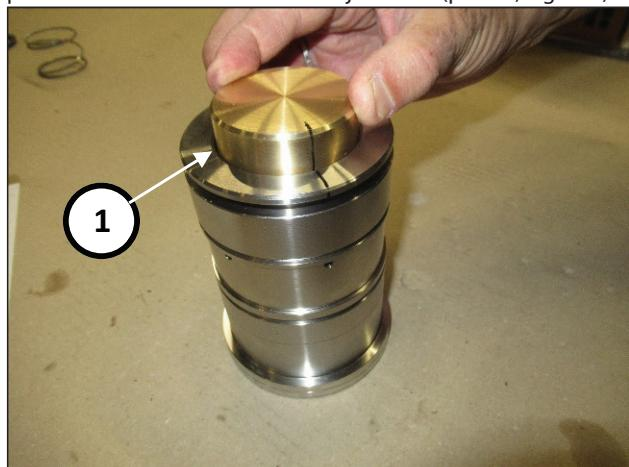

Fig. 183
Utilizar el tampón interno de la herramienta cód. 27945400 para introducir los anillos en el alojamiento (pos. ①, Fig. 183).